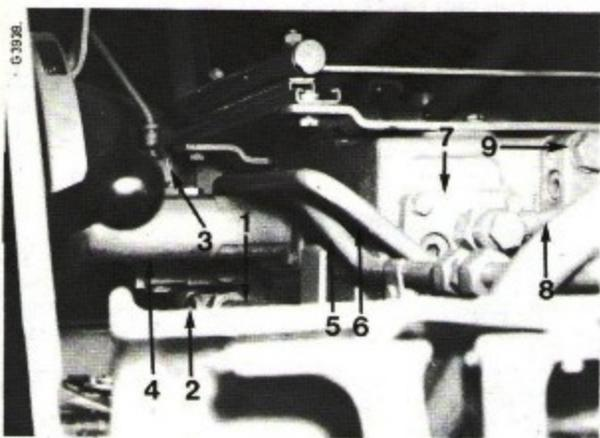

Fig. 82
Dévissez la crépine d'aspiration (2) Fig. 82 et nettoyez-la convenablement avec un pinceau doux trempé dans du gasoil.